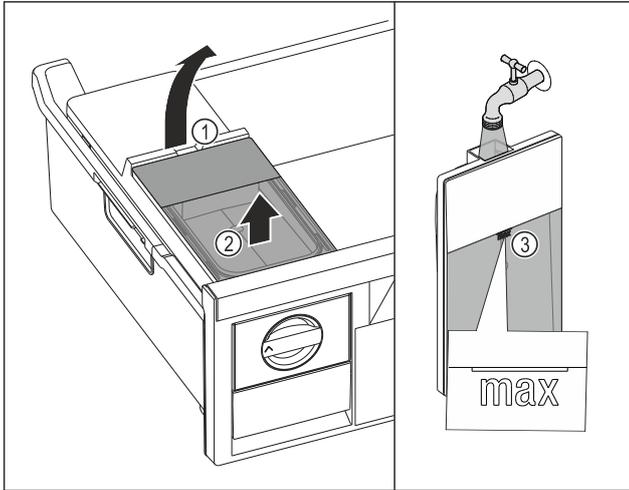

Fig. 85
- ▶ Wassertank an der Aussparung Fig. 85 (1) anheben.
- ▶ Wassertank nach oben entnehmen. Fig. 85 (2)
- ▶ Wassertank bis zur Markierung Fig. 85 (3) mit Trinkwasser befüllen.